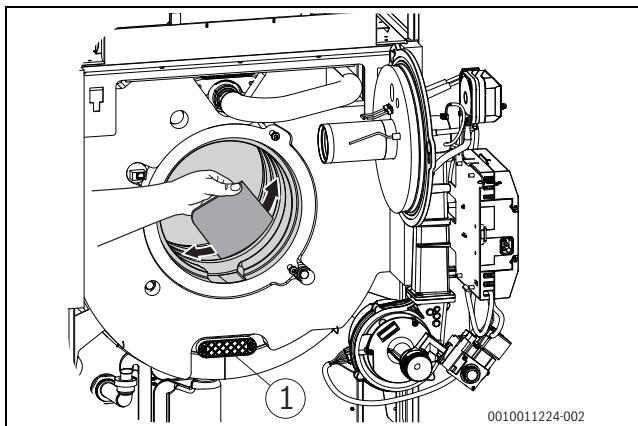
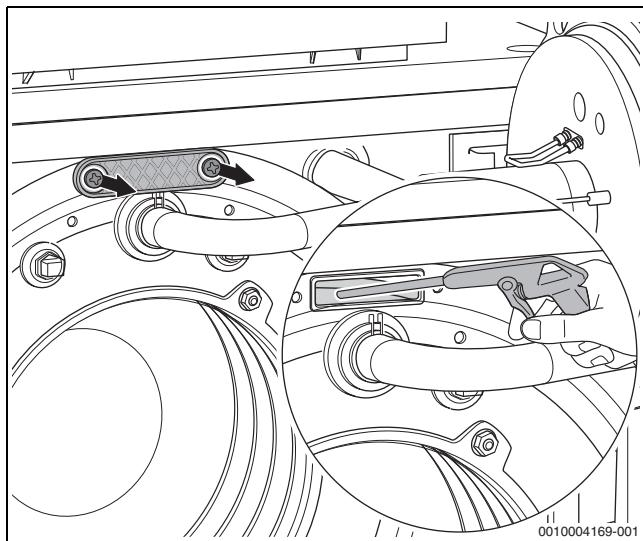

Bild 55 Heizgasspalte mit Reinigungsspatel reinigen
Bild 56 Wärmetauscher mit Sprühlanze reinigen
- Reinigungsdeckel (→Bild 55, Seite 35,[1] und Bild 56) abnehmen.
- Lose Partikel mit Wasser (z. B. Sprühlanze) aus Feuerraum und Abgasmantel spülen (→Bild 56).
- Heizgasspalte mit Reinigungsspatel reinigen (→Bild 55, Seite 35).